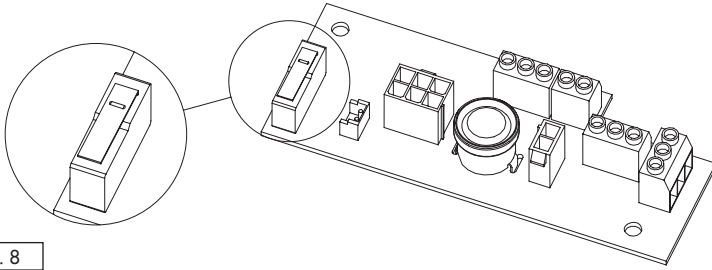

Fig. 8
-Spannung Klemmen:	Max. 24V AC/V DC 0.5A (Fig. 8)